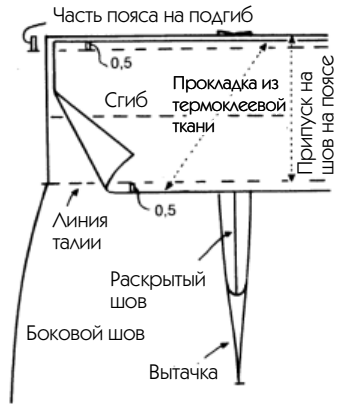

Рис. 336
3. Разрежьте вытачки до разумного предела (см. вытачку на рис. 336), затем сметайте всю юбку.
3. Разрежьте вытачки до разумного предела (см. рис. 336), затем обметайте всю юбку.
5. Из тонкого или очень тонкого, в зависимости от ваших предпочтений, термоклеевого полотна вырежьте по долевой нити полоску, длина которой образует «пояс», двойной его ширины плюс 2 x 0,5 см (рис. 336).